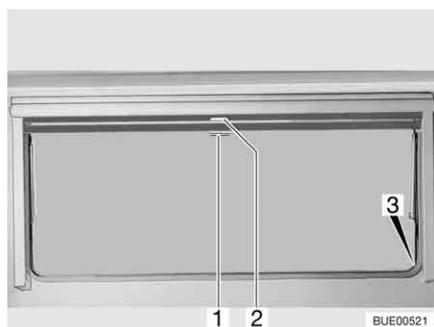

Fig. 63 Ventana abatible
- Tirar del asidero (Fig. 63,2) de la persiana oscurecedora enrollable hacia abajo. Cuando la persiana oscurecedora enrollable se cierre por completo, encajarla en el bloqueo (Fig. 63,3) a ambos lados del marco de la ventana.
- Cuando la persiana oscurecedora enrollable está completamente cerrada: Presionar el tirador (Fig. 63,2) hacia abajo y tirarlo ligeramente hacia dentro. Desenganchar la persiana oscurecedora enrollable de los bloques a izquierda y derecha del marco de la ventana.
- Cuando la persiana oscurecedora enrollable se encuentre en una posición intermedia: Tirar ligeramente del asidero (Fig. 63,2) hacia abajo, hasta que se hay soltado el bloqueo.
- Tirar hacia abajo de la mosquitera enrollable (Fig. 63,1) y engancharla en el bloqueo (Fig. 63,3) a ambos lados del marco de la ventana.
- Presionar el tirador (Fig. 63,1) hacia abajo y tirarlo ligeramente hacia dentro. Desenganchar la mosquitera enrollable de los bloqueos a izquierda y derecha del marco de la ventana.